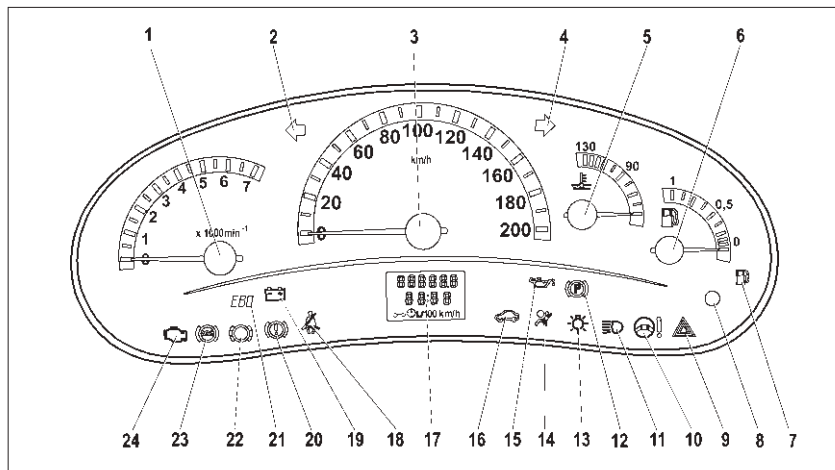

Рис. 30. Комбинация приборов
**Рис. 30а. Комбинация приборов с навигатором**
В вариантных исполнениях автомобиль может оснащаться навигационным оборудованием с дисплеем 1 в комбинации приборов (рис. 30а). Подробное описание